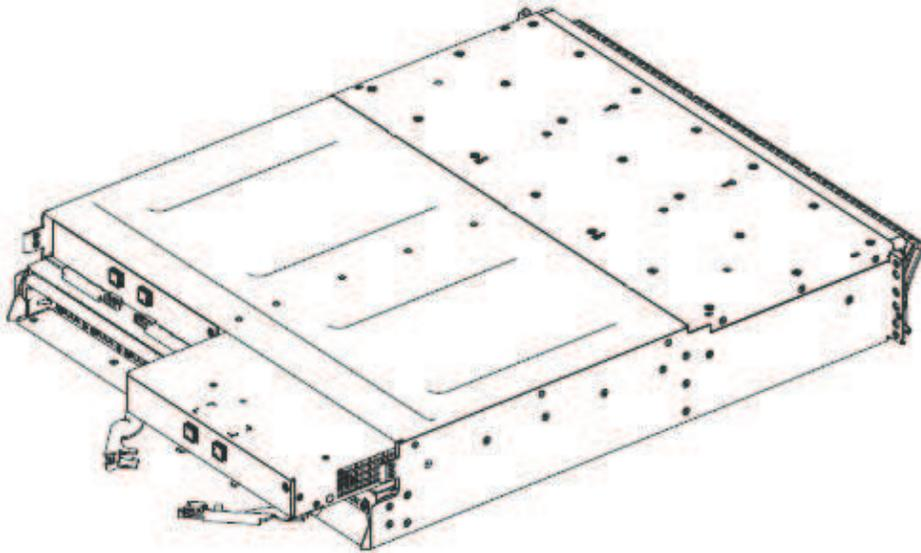

Figura 81. Removendo e substituindo a caixa de expansão do Storwize V7000 Gen2
6. Abra as duas alavancas de liberação, conforme é mostrado em Figura 81 na página 319. A caixa é movida para fora do slot aproximadamente 0,6 cm (0,25 polegada).